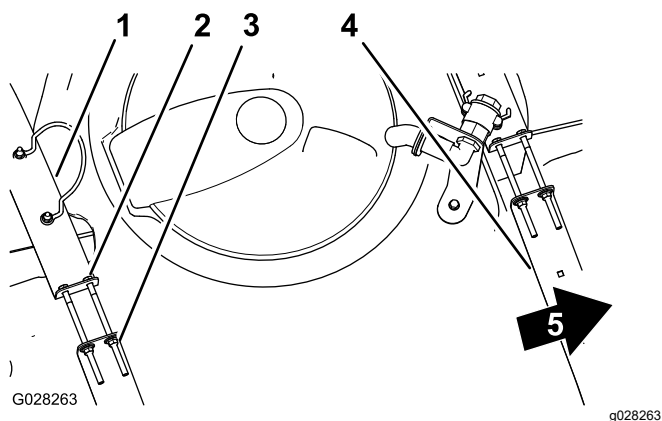

Figure 20
et les boulons en haut des sangles jusqu'à ce que ces dernières soient parfaitement en appui sur la surface de la cuve (Figure 20).
2. Assurez-vous qu'il n'y a pas de jeu entre les sangles de la cuve et la cuve (Figure 20).